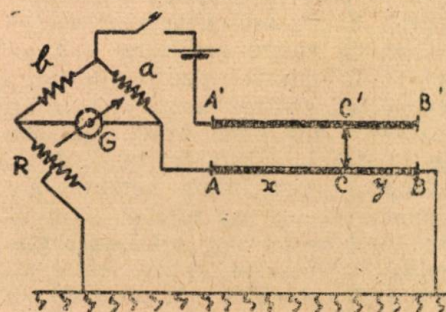

Fig. 4. — Identificarea defectului în cazul unui scurt-circuit
2. — **DOUA LINII AERIE NE ÎN CONTACT** (scurt-circuit). Efectuăm montajul din fig. 4, contactul fiind în CC' iar  $x$  și  $y$  având semnificația indicată. Avem: